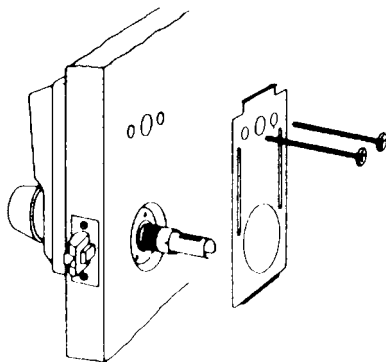

Рис. 8.9. Установка упрочняющей пластины (С разрешения компании Simplex Access Controls Corp.)
8. Надеть упрочняющую пластину на втулку (рис. 8.9). Установить два фиксирующих винта через упрочняющую пластину в два отверстия 1/4 дюйма (~6 мм). Затянуть винты, чтобы прочно зафиксировать передний корпус замка на двери.